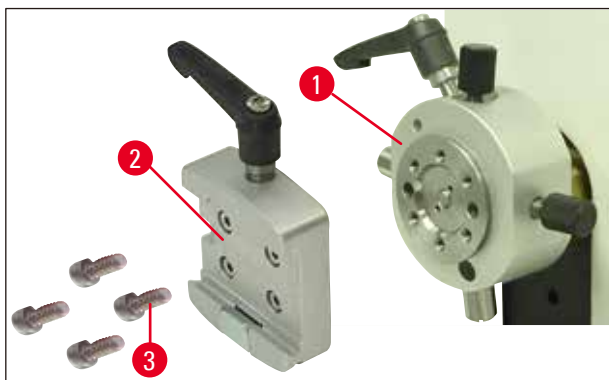

Fig. 9
2. Separar el soporte de cola de milano (→ Fig. 9-2) del dispositivo de sujeción (→ Fig. 9). Para ello, destornille los cuatro tornillos (→ Fig. 9-3) con una llave Hexagonal con mango no. 3 (→ Fig. 10-1).